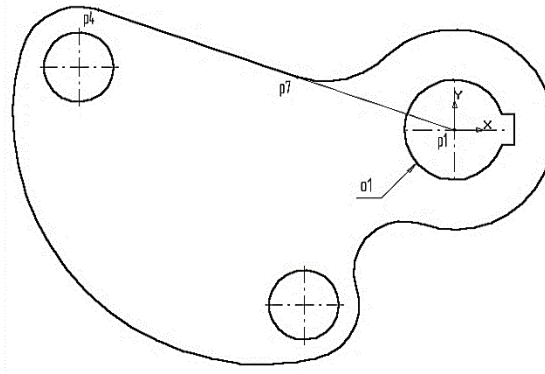

Рис. 12
28. Постройте отрезок p7-p1 со стилем линии **Тонкая**. Этот отрезок определяет направление отрезка p4-p7 через центр окружности o1 (точка p1) и необходим для правильного чтения чертежа, рис. 12